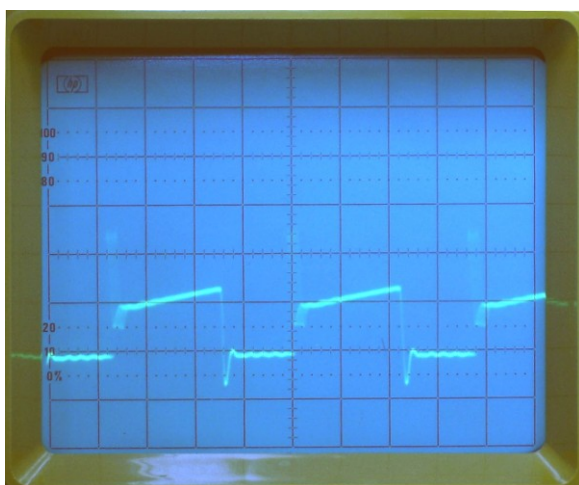

Abb. 5: Kurvenform des aufgenommenen Stromes
- Mit dem Oszilloskop Kurvenform des Stromes über den 0,1-Ohm-Widerstand auf geradlinigen Anstieg prüfen (Abb. 5). Nimmt der Anstieg nach oben hin zu, ist die Induktivität von L1 zu gering und L1 kommt in Sättigung – andere Drossel einbauen. 0,1-Ohm-Widerstand wieder durch Brücke ersetzen.